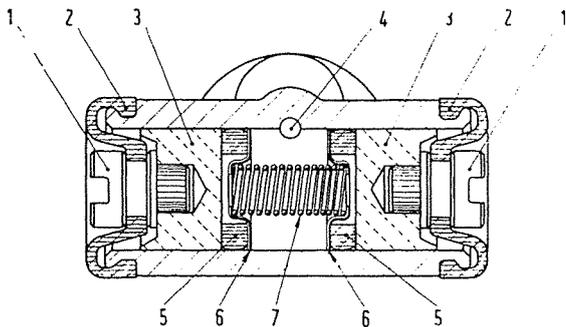

Abb. 290 - Schnitt durch einen Radbremszylinder.
Sämtliche Radbremszylinder (Abb. 290) haben einen gleichen Innendurchmesser von $3/4''$; sie unterscheiden sich nur dadurch, dass sie vorne durch Schläuche und hinten durch Rohre an die Anlage angeschlossen sind.
Gleich wie beim Hauptbremszylinder ist die Abdichtung durch zwei Gummiringe (5, Abb. 290) gesichert, die sich unter dem Druck der Bremsflüssigkeit elastisch verformen. Diese Dichtringe werden gegen die Kolben durch je einen Teller (6) der Druckfeder (7) gedrückt; die Bremskraftübertragung von den Kolben (3) auf die Bremsbacken erfolgt durch die Druckstifte (1).
bis zu den Radbremszylindern fort (Abb. 290), die je zwei Kolben (3) besitzen, von denen jeder über einen Druckstift auf eine Bremsbacke wirkt.
Radbremsszylinder vom Bremsträger, und dann Gummischutzkappen (2, Abb. 290) abnehmen. Die Kolben mit den Druckstiften und die Dichtringe werden von der sich entspannenden Druckfeder nach aussen gedrückt.